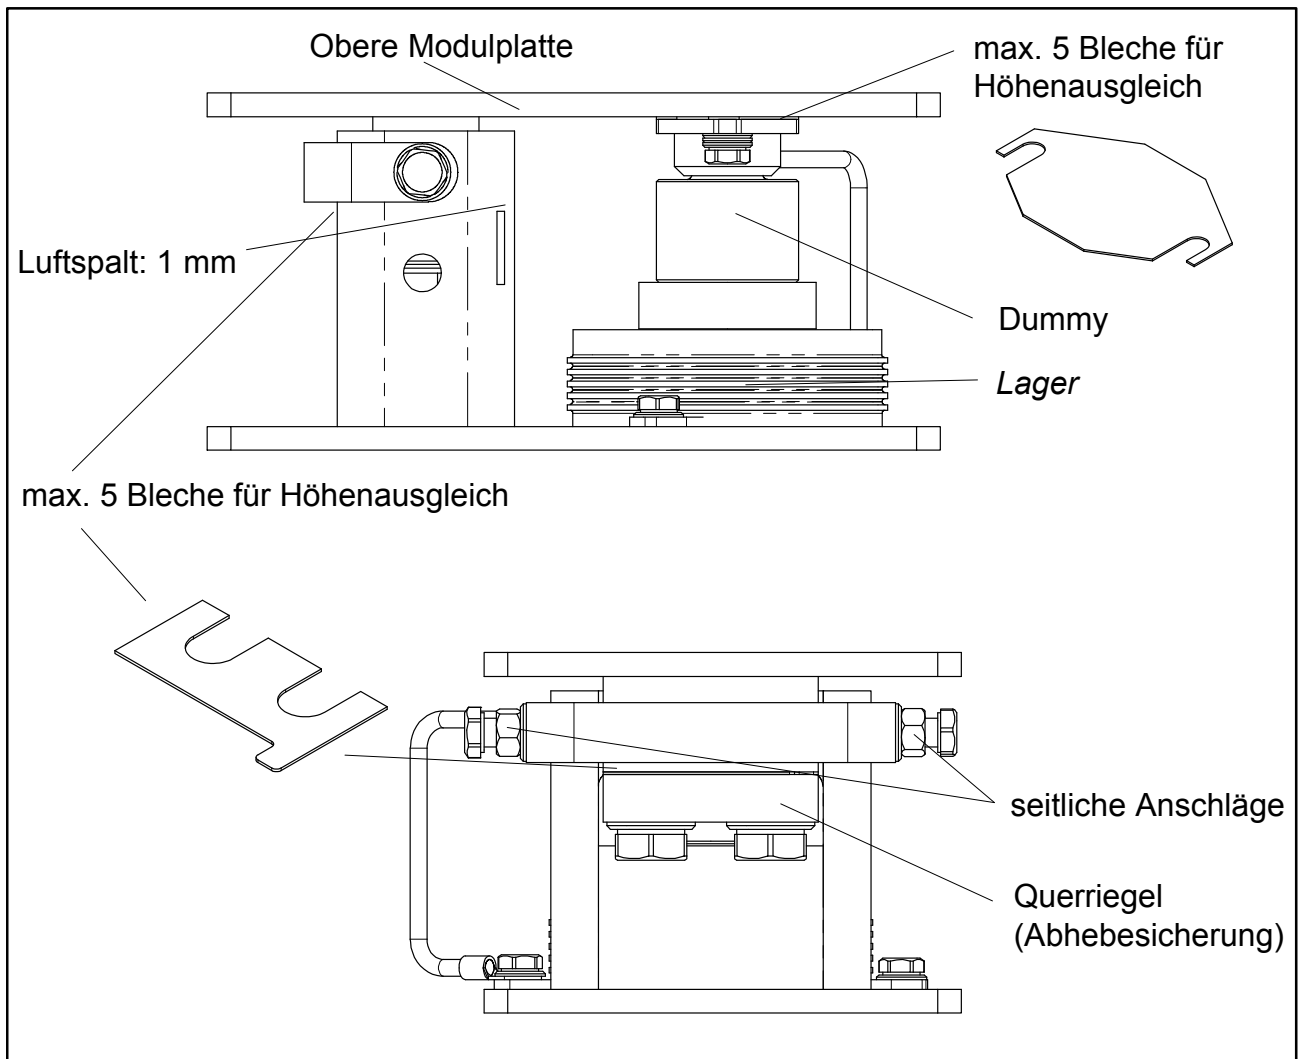

Abb. 2.2: Montage der Ausgleichsbleche bei Ausführung 10 t ... 33 t
Montage der Wägezellen 10 t, 22 t und 33 t Nennlast (siehe Abb. 2.2):
- Vertikales Ausrichten des Modules durch Unterlegen oder Wegnehmen der fünf 1-mm-dicken Ausgleichsbleche über dem Druckstück der Wägezelle (siehe Abb. 2.2)